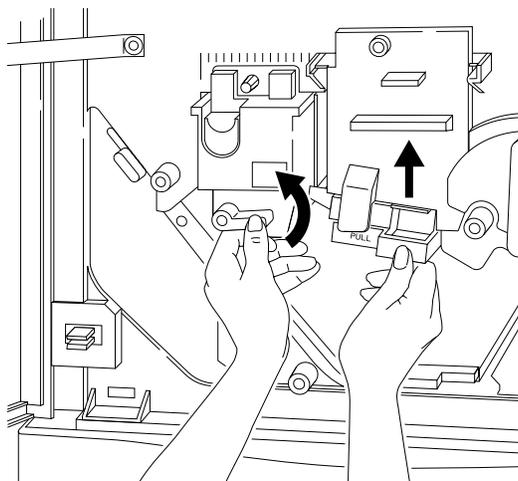

Figure 3-52 Fermeture du levier 4 et blocage du guide de transfert
4. Après avoir retiré le papier, soulevez le guide de transfert, remettez le levier 4 en position horizontale (fermé) (comme illustré à la Figure 3-52) et fermez la porte.